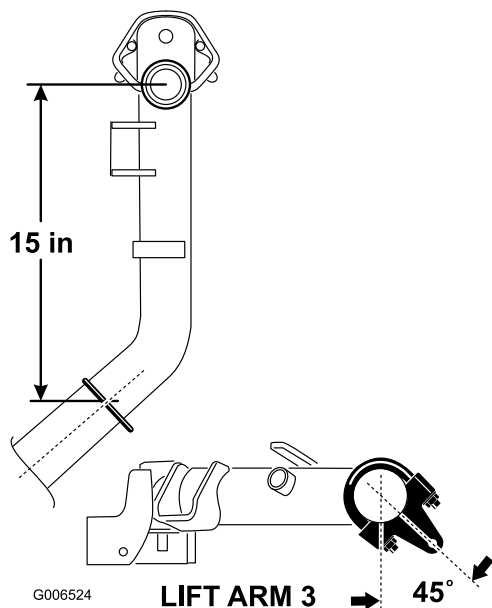

図 5
- 昇降アーム2番、3番では、ブラケットとUボルトが、ピボット・ナックルの中心線よりも38 cm 後ろになるように取り付ける (図 5)。各ブラケットが、機体の外側に対して45度回転した状態になるようにする。